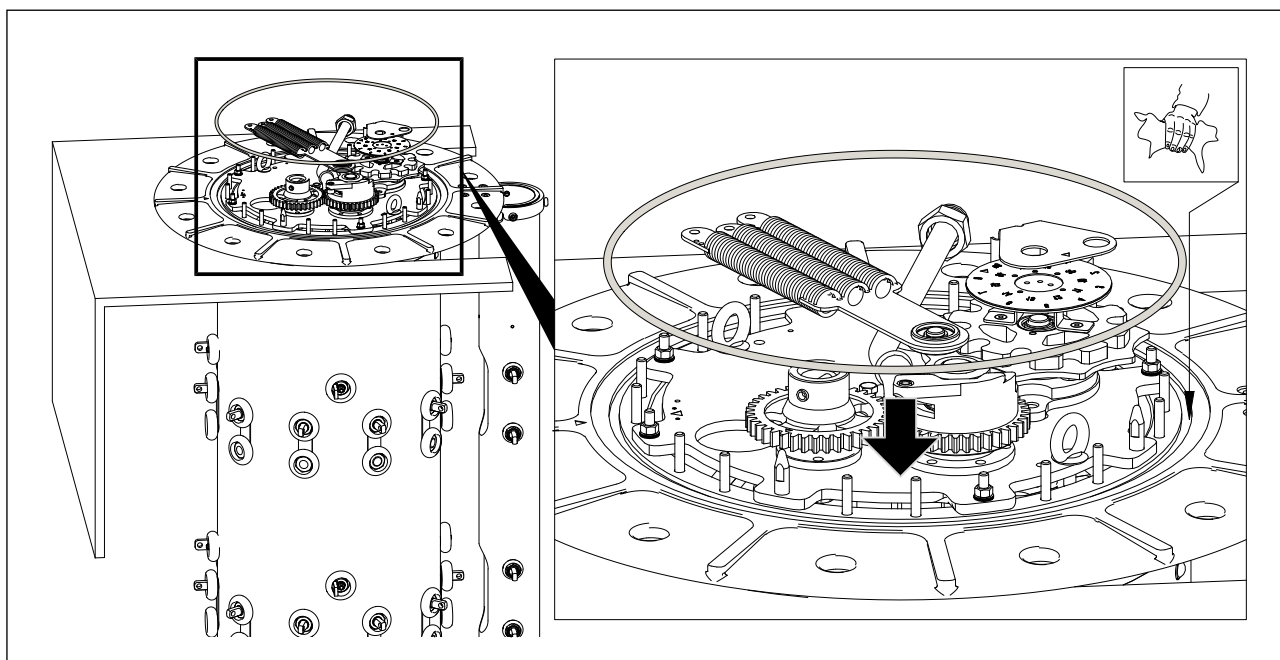

图 5-11 支撑法兰的密封圈
1. 清洁 OLTC 支撑法兰的密封面。在支撑法兰上安装密封圈（见图 5-11）。